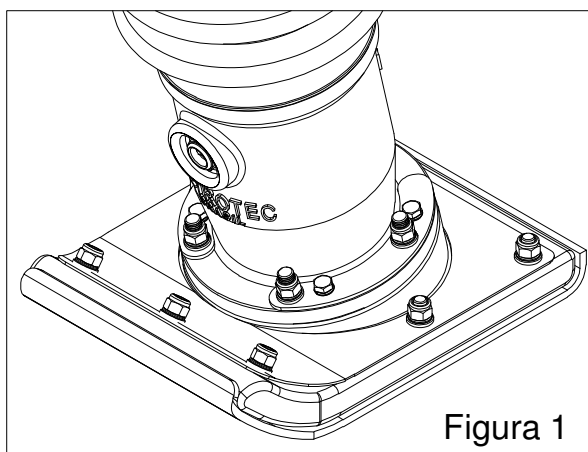
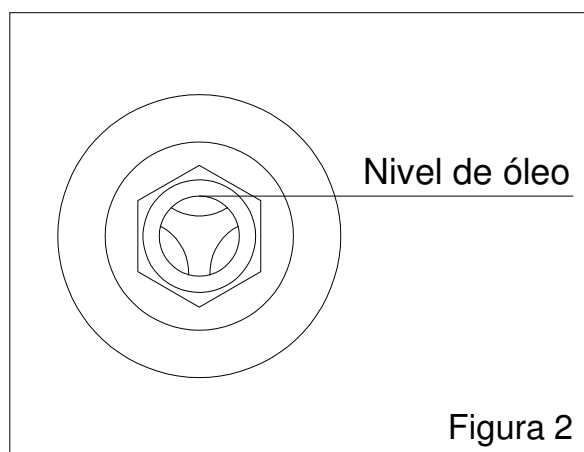

Figura 1
Figura 2
- 2 - Remova a vela com uma chave apropriada conforme a figura 1 abaixo.
- 4 - Efetue a calibragem do eletrodo com lâminas específicas para vela. A distância entre os eletrodos deverá permanecer entre 0.60 mm e 0.70 mm conforme a figura 2 para um melhor desempenho. Caso esteja folgada, ajuste cuidadosamente o eletrodo lateral dobrando-o.
A inspeção do nível de óleo do cárter deverá ser feita diariamente, trabalhando com o nível abaixo do especificado poderá ocorrer o desgaste prematuro das peças. Para fazer a verificação, deixe o equipamento desligado durante 10 minutos, para que o óleo desça totalmente para o cárter a fim de obter uma visão correta do nível. O nível deverá apresentar-se acima do visor conforme indica a figura 2, localizado na parte traseira do cárter da percussão (figura 1).